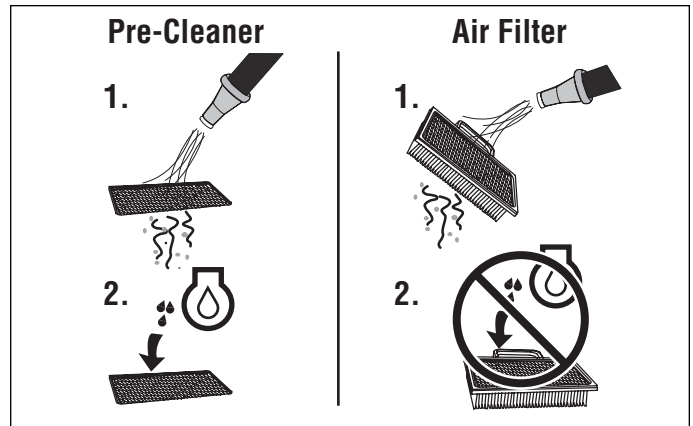

Figure 34. Entretien du filtre à air
1. Figure 34. Laver le pré-dépoussiéreur au détergent liquide et à l'eau.
1. Figure 34. S'il est marqué « Lavable », le filtre peut être lavé à l'eau tiède et au savon doux.